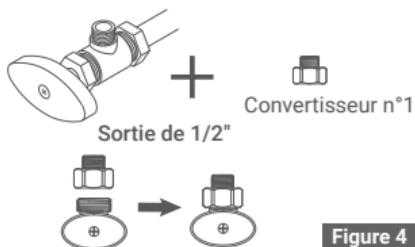

Figure 4
- Si la sortie de la vanne d'angle est de 1/2", connectez-la d'abord avec un convertisseur n°1. (Figure 4)